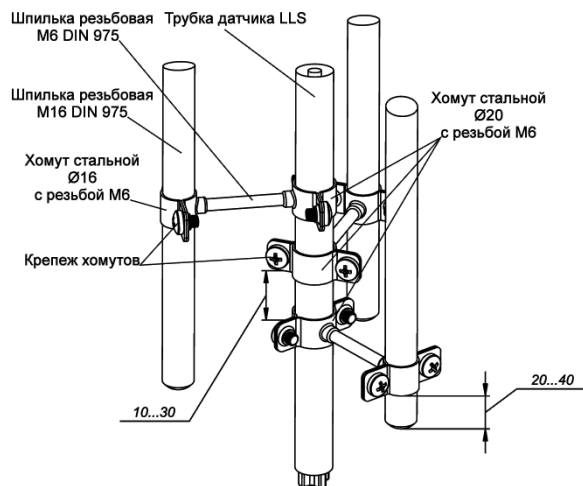

Рисунок 64
9. Собрать стальные хомуты согласно рисунку (Рисунок 64).